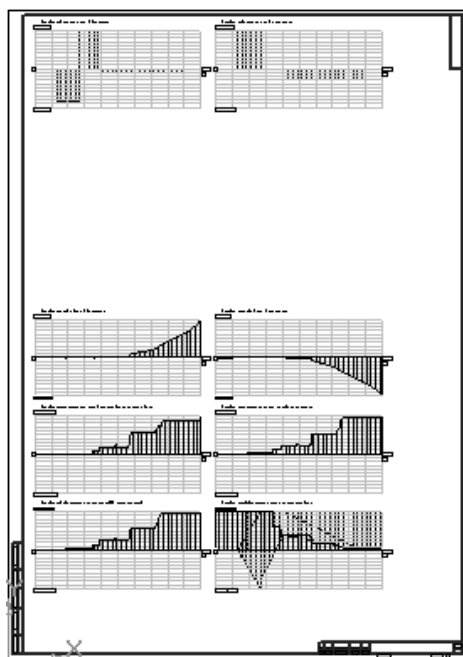

Рис. 3.71. Отчет на новом листе в КОМПАС-График
- щелкните по кнопке  – **Сформировать отчет**. Появится отчет на новом листе в КОМПАС-График, см. рис. 3.71;